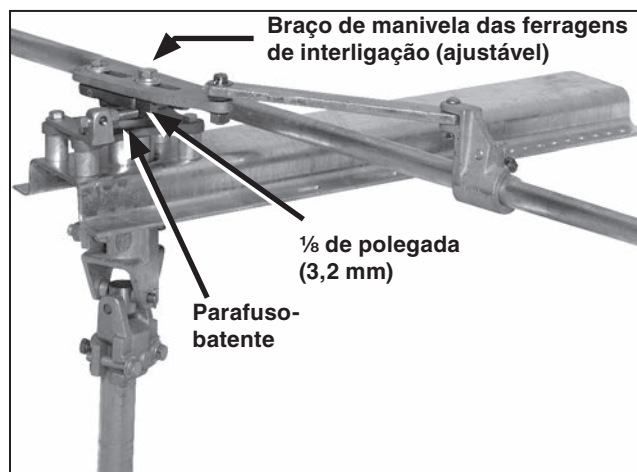

Figura 35. Verifique se o braço de manivela está na posição *overtoggle* e contra o parafuso-batente.
- (b) Cada mecanismo de acionamento de cada polo da chave deve repousar contra seu respectivo batente de fechamento. Os braços de manivela das ferragens de interligação devem estar na posição *over-center* (posição estável ligeiramente deslocada do centro) e encostado(s) no(s) parafuso(s)-batente(s). Ver Figura 35 na página 27.
- (f) Quando for empregado um Operador Motorizado Modelo AS-1A da S&C, Operador Motorizado Modelo LS-2 da S&C ou um Controlador Automático Motorizado 6801M da S&C, verifique se há uma folga de aproximadamente $\frac{1}{8}$ de polegada. Ver Figura 35. Esta folga previne que o parafuso-batente seja flexionado durante a operação motorizada. Ajuste o parafuso-batente para prover esta folga depois da execução de qualquer outro ajuste, obtendo desta forma condições adequadas de fechamento pleno, curso ou ação de comutação entre as posições. Assegure-se de reapertar a contraporca quando qualquer ajuste estiver concluído.